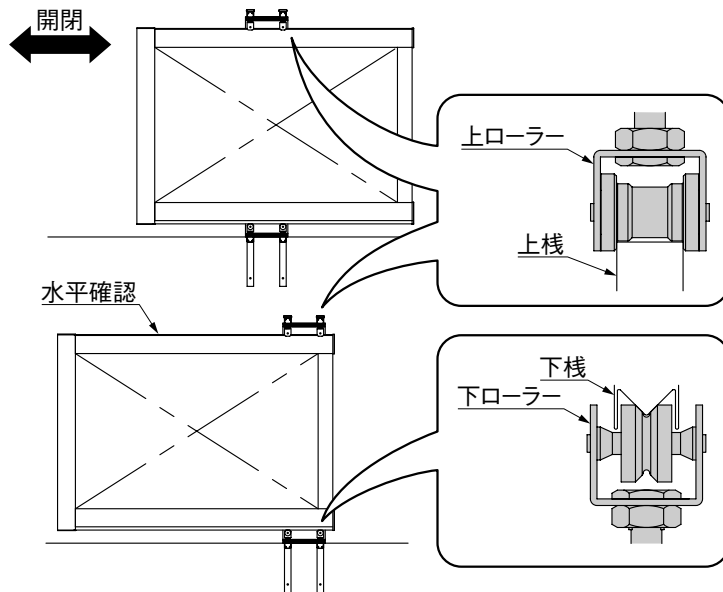

図6-5
- ⑤ 仮固定していたテープを外し、本体パネルを開閉し、開閉がきつくないか、また水平かどうか確認してください。(図6-5参照)